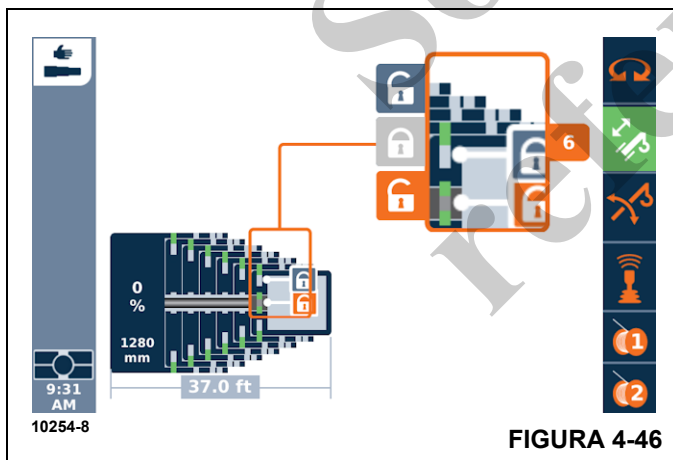

FIGURA 4-46
- El modo manual muestra una vista expandida del mecanismo de fijación del cilindro telescópico con los mismos iconos de desbloqueo e iconos de bloqueo, como se muestra en la Figura 4-46 (en lugar de los valores de la configuración de pluma final solicitada para el modo de semiautomatización). Cuando uno de los iconos de desbloqueo o bloqueo está disponible para ser seleccionado (cambia del color gris básico al color de foco), entonces el operador puede solicitar el comando de desbloqueo o el comando de bloqueo. El icono de desbloqueo superior es para el desbloqueo de la sección de pluma y, en el momento adecuado, el icono de bloqueo se usará para bloquear nuevamente la sección de pluma (el icono de bloqueo estará disponible como comando cuando el sistema de control lo permita). El icono de desbloqueo inferior es para el desbloqueo del cilindro telescópico y nuevamente, en el momento adecuado, el icono de bloqueo se usará para bloquear nuevamente el cilindro telescópico (nuevamente, el icono de bloqueo estará disponible como comando cuando el sistema de control lo permita). Existe solo un icono de bloqueo ya que el mecanismo de fijación está diseñado ya sea para desbloquear la sección de pluma o el cilindro telescópico (pero no ambos al mismo tiempo). De esta forma, el operador “crea” la configuración de pluma y las ubicaciones de fijación a medida que se opera la pluma.